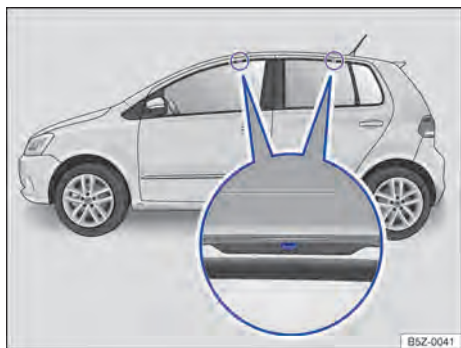

Fig. 139 Pontos de fixação dos suportes de base do bagageiro do teto (ambos os lados).
Os furos ou marcações dos pontos de fixação dos suportes de base ficam visíveis com a abertura das portas (dianteiras e traseiras) do veículo e encontram-se no lado nas vigas do teto → **Fig. 139** (lupa). Os furos ou marcações para fixação atrás encontram-se no lado inferior das vigas do teto → **Fig. 139** (lupa direita).
- Fixar os suportes de base somente nas marcações indicadas na figura → **Fig. 139**.